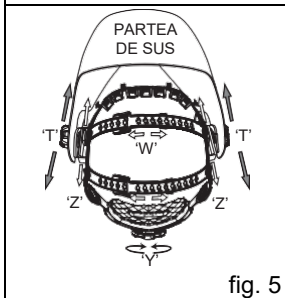

fig. 5
Circumferința totală a suportului de cap poate fi mărită sau micșorată prin rotirea butonului de pe partea din spate a suportului de cap (a se vedea reglajul "Y" din fig. 5). Acest lucru se poate face în timp ce se poartă masca și permite reglarea tensiunii potrivite pentru a menține masca ferm pe cap, fără a fi prea strânsă.
- În cazul în care suportul de cap se află prea sus sau prea jos pe cap, reglați cureaua care trece peste creștetul capului. Pentru a face acest lucru, eliberați capătul benzii împingând știftul de blocare în afara orificiului din bandă. Glisați cele două porțiuni ale benzii la o lățime mai mare sau mai mică, după cum este necesar, și împingeți știftul de blocare prin cea mai apropiată gaură (vezi reglajul "W" din fig. 5).
Pasul 1: Desfaceți piulița de blocare (a se vedea "T" în fig. 5) pentru a regla distanța dintre mască și fața dumneavoastră în poziția jos.
Pasul 2: Slăbiți piulița de blocare de o parte și de alta a măștii și glisați-o mai aproape sau mai departe de față (vezi reglajul "Z" în fig. 5). Este important ca ochii dumneavoastră să fie la aceeași distanță față de lentilă. În caz contrar, efectul de întunecare poate părea neuniform.